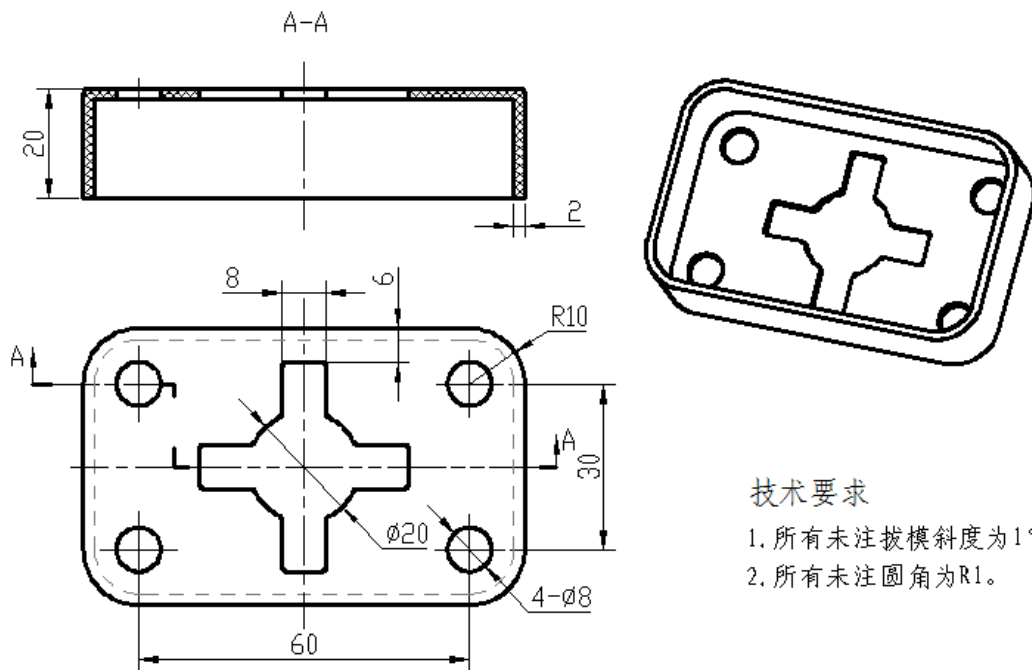

图 2-6 名片盒盖
按照图2-6的要求，进行名片盒盖塑件造型及注射模具型腔、型芯零件设计。
- (1) 在F盘下建立考生文件夹，文件夹名称为考生准考证号，塑件三维造型及型腔、型芯设计所完成后的文件都存于此文件夹中。
- (2) 根据图2-6对该塑件进行三维造型设计，文件名称为3DSJ。
- (3) 完成该塑件的注射模具型腔、型芯零件设计，一模两穴。
- (4) 分模文件名称为SJFM，型腔（cavity）和型芯(core)。